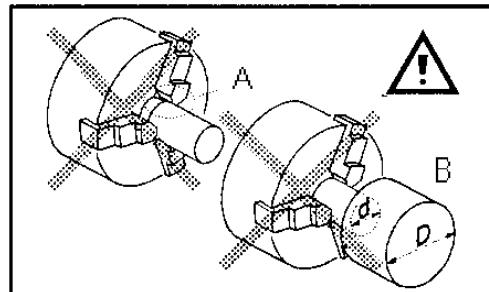

Abb. 10-4: Schlechte Aufspannung
Zu kurzen Klemmkontakte (A, Abb. 10-4) oder Einspannen schmaler Umfangsbereiche vermeiden (B). Das Werkstück mit der Stirnfläche korrekt aufspannen, damit eine bessere Abstützung sichergestellt ist.